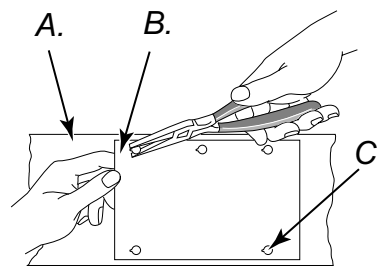

Abbildung 30 – Ausbau der Schaltkarte.
3. Mit der Nadelzange die Zunge auf der Schaltkartenhalterung zusammendrücken und die Kante der Zündstromanlage nach oben ziehen (siehe Abbildung 30). Diesen Vorgang bei den anderen vier Schaltkartenhalterungen wiederholen und danach die Baugruppe entfernen.